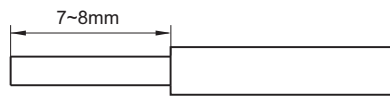
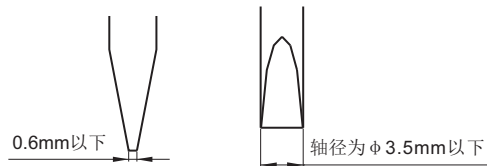
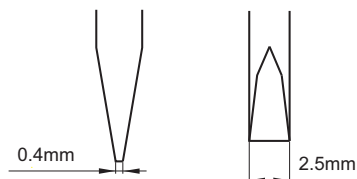

图1
图2
图3
导线前端需剥去7mm~8mm的绝缘保护层,如图1所示。请务必按此尺寸使用。
- 接线时，请使用如图2所示的螺丝刀：
一字型螺丝刀：见图2
接线时，请使用如图3所示螺丝刀。
将继电器插座防脱卡簧呈现于打开状态(详见图1)，将继电器对准插座主体型腔(详见图2)。然后逆时针扳动防脱卡扣，同时轻轻下压继电器，直至继电器完全装入插座(详见图3)。